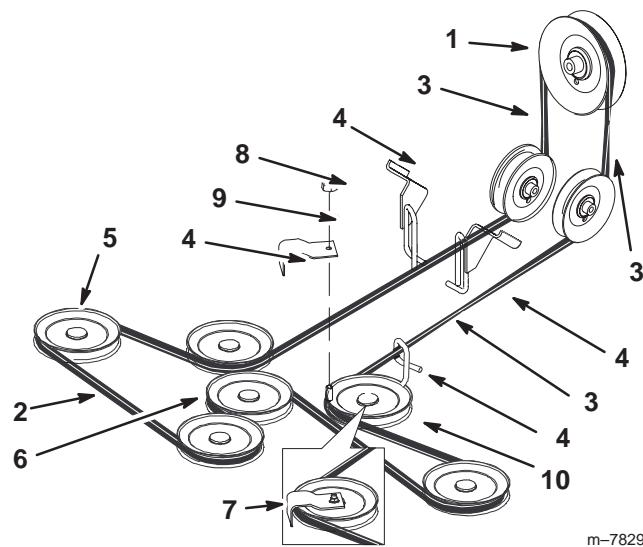

Figure 69
- Déposez l'écrou, la rondelle et le guide-courroie de la poulie arrière gauche (Fig. 69).
- Dégarez la courroie de plateau de coupe des guides et déposez-la (Fig. 69).
- Installez la courroie neuve autour des poulies d'axe et de la poulie de tension du plateau de coupe, dans les guides de courroie, dans l'ensemble bras de tension arrière et l'embrayage (Fig. 69).
- Posez le guide-courroie assorti d'une rondelle et d'un écrou sur la poulie arrière gauche (Fig. 69).
Important Vérifiez le vrillement de la courroie entre les poulies. Il doit être conforme aux spécifications de la Figure 69.